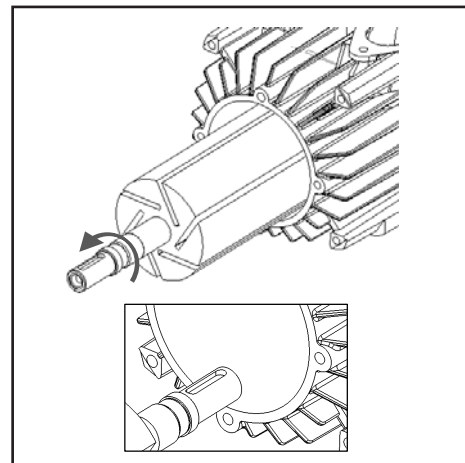

Figure 15
1. Après démontage des deux fonds complets, retirez soigneusement le rotor du corps du compresseur en vous assurant que la clavette d'arbre n'endommage pas le revêtement et n'érafle pas le corps ; voir la figure 15.